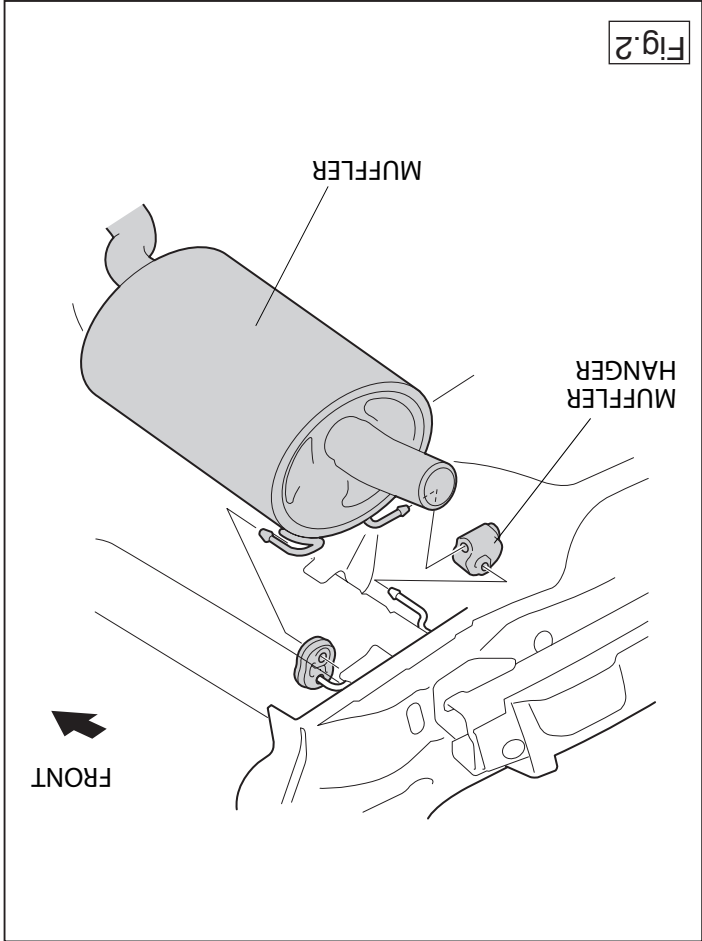

Fig. 2
2. Tag udstødningen ud af de bageste ophænggummier. Se fig. 2.
2. Wysunąć rurę wydechową z ostatniego gumowego zawieszenia. Patrz rysunek 2.
2. Вынуть выхлопную трубу из крайних резиновых колец для подвески. См. рисунок 2.